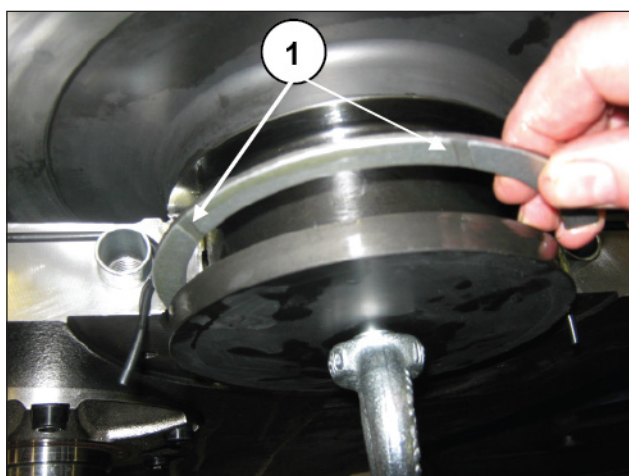

图 101
止推环必须安装成平面的排放口向着曲轴的内肩和外肩 (①图 99和图 101)。